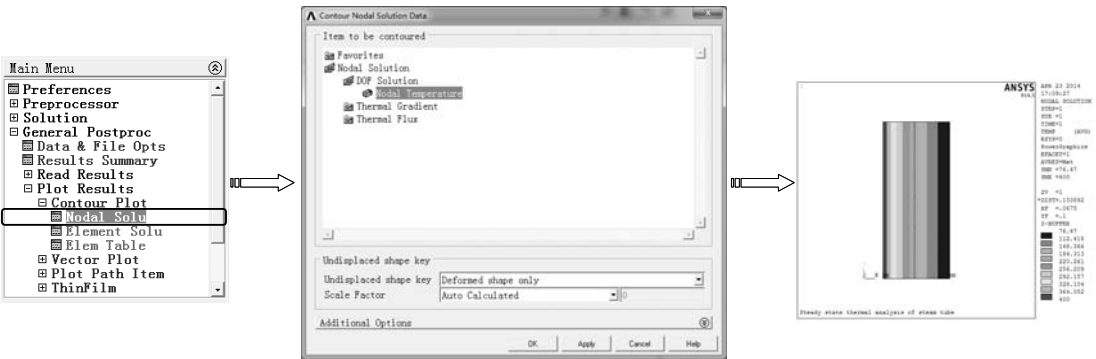

图 8-72 温度等值线图
5) 选择“Main Menu>General Postproc>Plot Results>Contour Plot>Nodal Solu”命令，弹出“Contour Nodal Solution Data”对话框，选中“Nodal Solution>DOF Solution>Nodal Temperature”选项，单击“OK”按钮显示温度等值线图，如图 8-72 所示。